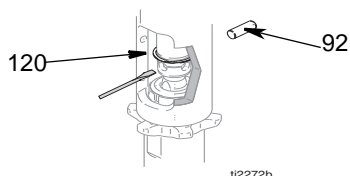
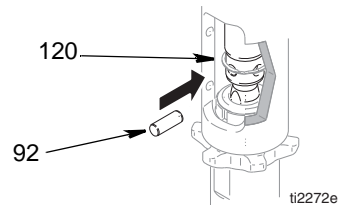

FIG. 8
FIG. 11
4. (Fig. 8). Tryck upp låsringen (120). Tryck ut stiftet (92).
2. (Fig. 11). Dra sakt i startsnöret till hålet i pumpstängen passas in mot hålet i hydraulstängen. Fig. 8. Tryck in stiftet (92) i hålet. Tryck in låsfjädersnåren (120) i spåret.